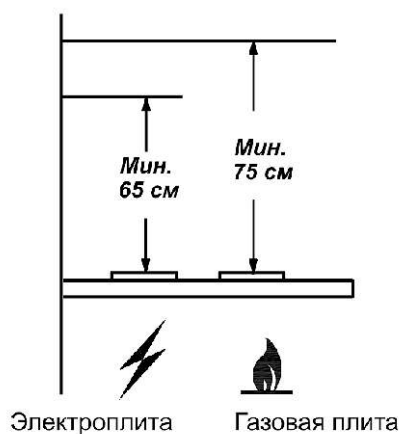

рис. 1
1.2 Вытяжку устанавливайте на высоте, как показано на рис. 1.
4.6 Устанавливайте вытяжку над плитой в соответствии с рис. 1.